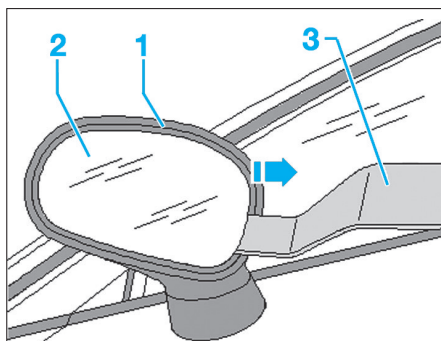

Fig. 55
- Utiliser un outil adapté de type spatule (3) et le passer entre la glace (2) et le corps (1) du rétroviseur (Fig.55).